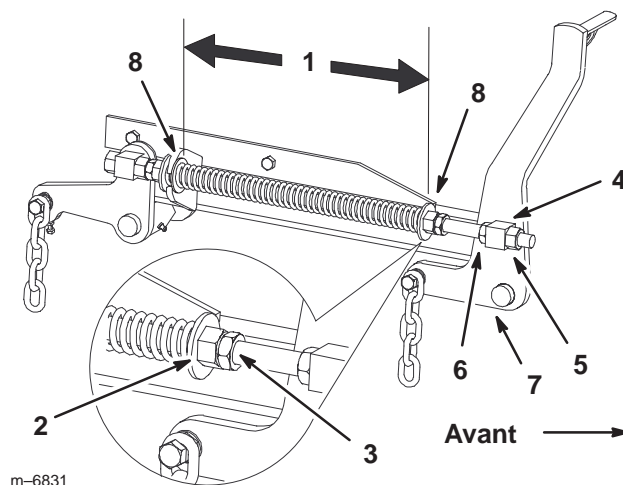

Figure 66
7. Desserrez d'environ 13 mm (1/2 pouce) les écrous de blocage à l'avant des pivots avant gauche et droit (Fig. 66).
8. Réglez les écrous de relevage sur les côtés gauche et droit de la machine de manière à **abaisser l'avant de 6 à 10 mm (1/4 à 3/8 pouce) au point A par rapport au point B à l'arrière** (Fig. 66).
2. Vérifiez que les deux grandes rondelles sont espacées de 29,2 cm (11-1/2 pouces) (Fig. 66).
3. Réglez cette distance en desserrant l'écrou de blocage du ressort et en tournant l'écrou devant chaque ressort (Fig. 66). Tournez l'écrou dans le sens horaire pour raccourcir le ressort, et dans le sens inverse pour l'allonger.
4. Bloquez l'écrou en position en serrant l'écrou de blocage du ressort (Fig. 66).